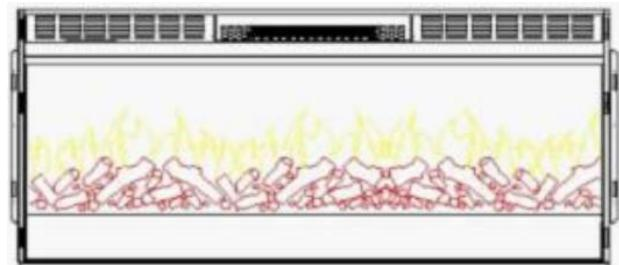

Abbildung 1.
- C.** Stellen Sie das Gerät mit der Vorderseite nach unten auf eine weiche, abriebfeste Oberfläche. Entfernen Sie die Halterung von der Rückseite des Geräts, indem Sie die Schrauben entfernen, siehe Abbildung 1.
- B.** Wenn Sie Ihren Kamin mit dem Holzscheitset betreiben möchten, nehmen Sie das Holzscheitset aus der Verpackung und legen es an die dafür vorgesehene Stelle im Kamin. **Abbildung 1.**